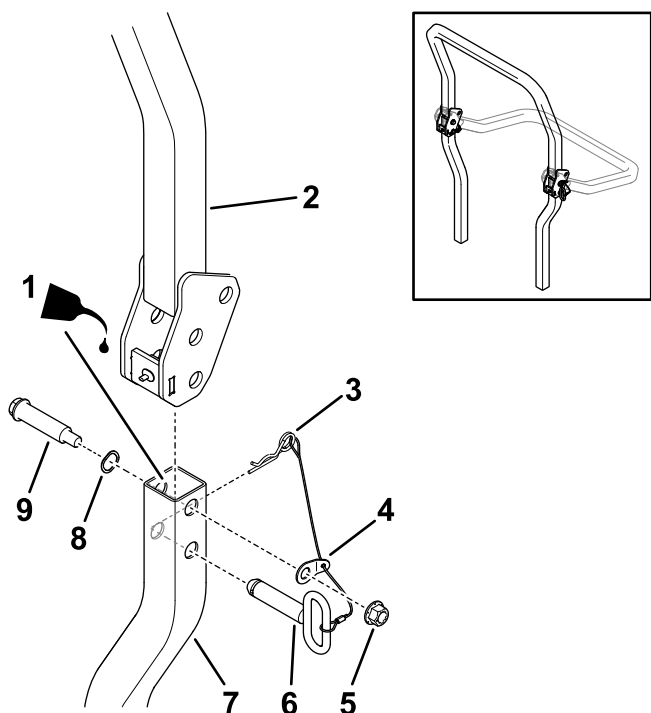

Figure 12
5. Huilez légèrement les surfaces intérieures des tubes inférieurs de l'arceau de sécurité (Figure 12).
6. Fixez légèrement la partie supérieure de l'arceau de sécurité à la partie inférieure à l'aide de 2 boulons à épaulement, 2 rondelles ondulées, 2 rondelles à languette fixées aux cordons et 2 contre-écrous (1/2"), comme montré à la Figure 12.
8. Redressez la partie supérieure de l'arceau de sécurité, installez les goupilles de verrouillage (les poignées ovales doivent être à l'extérieur de la machine), et fixez-les en place de chaque côté avec des goupilles fendues(Figure 12).